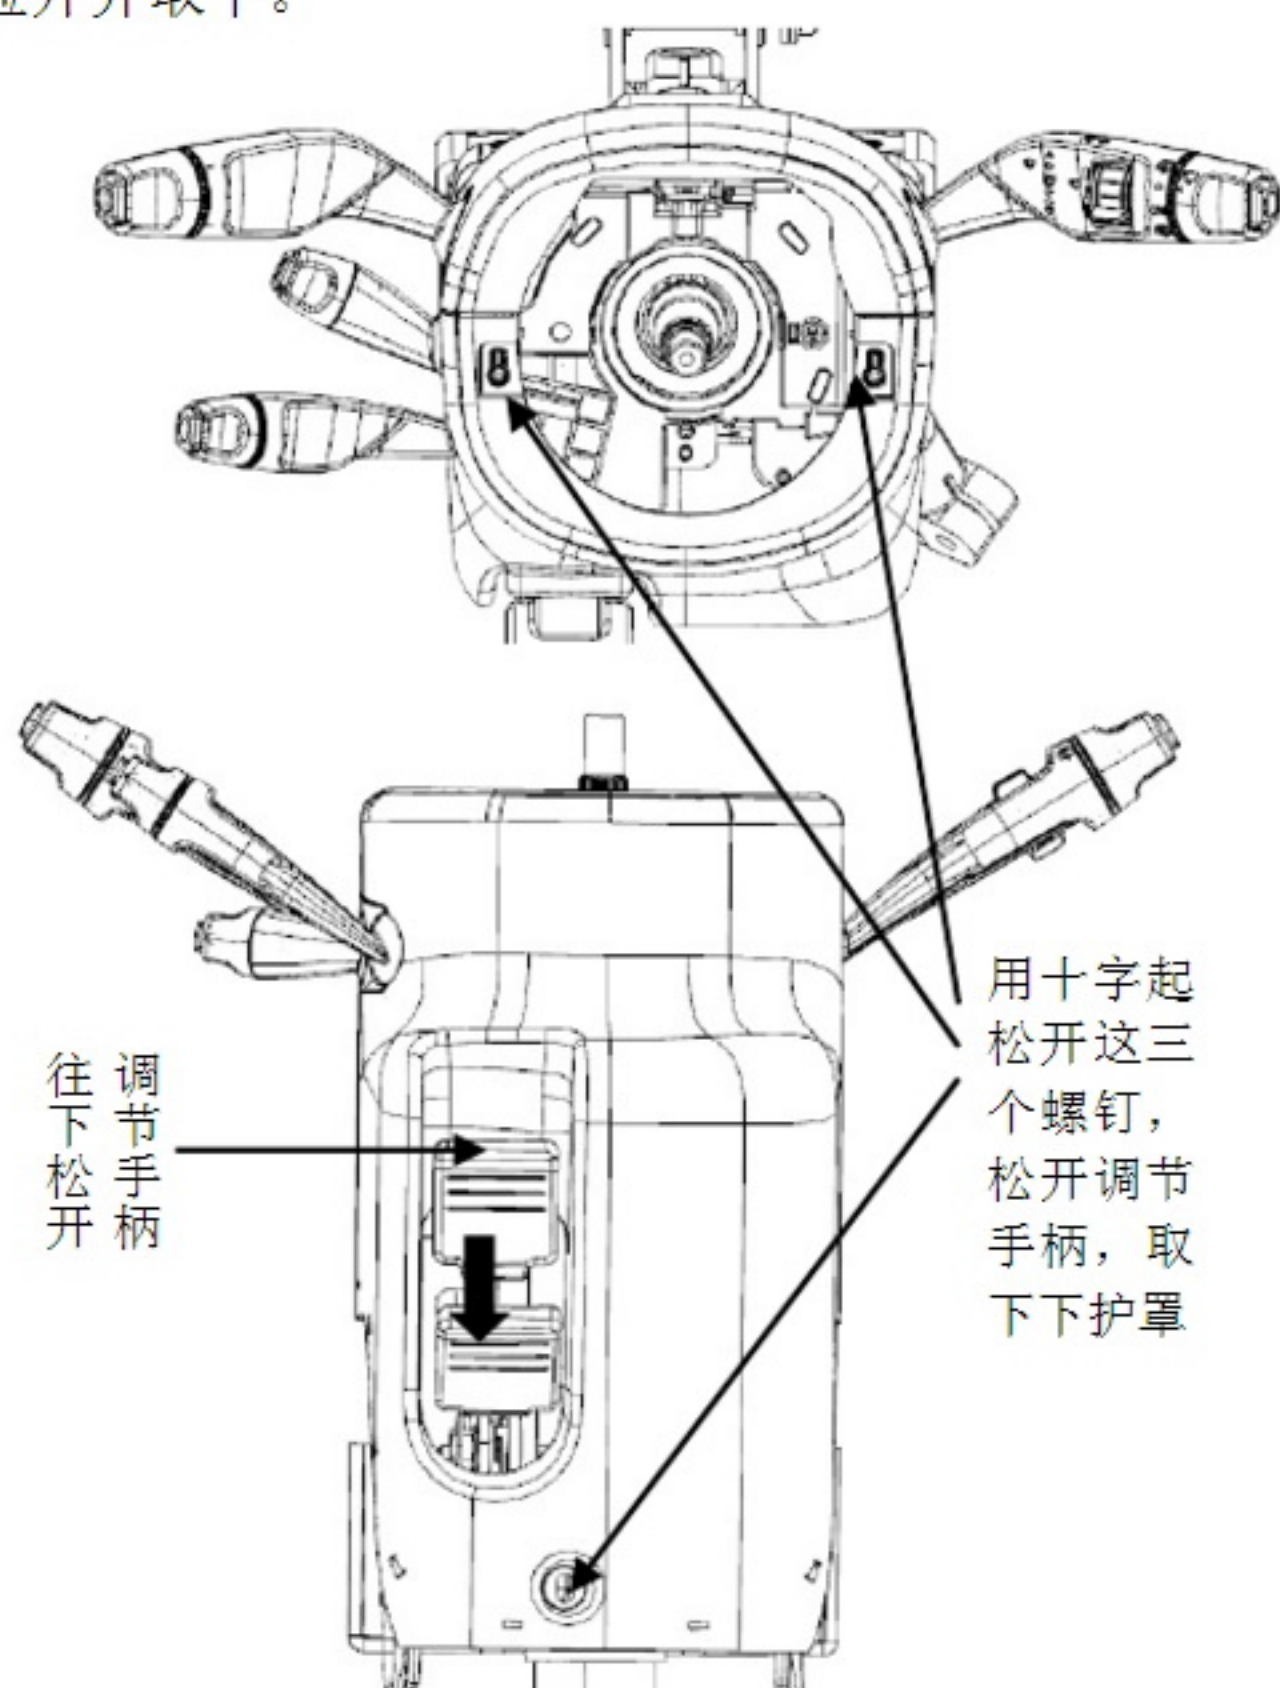

图5-5
①用十字起松开下护罩的三个安装螺钉。如图 5-5 所示。
②前后组合开关护罩由四对塑料卡扣配合，并往下松开转向管柱角度调节手柄，将前后护罩拉开并取下。